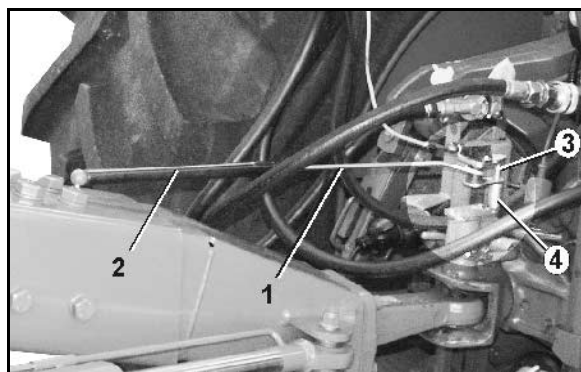

Fig. 42
- Skjut in givarstaget (Fig. 42/1) i plasthylsan (Fig. 42/2).
- Montera vinkelgivaren (Fig. 42/3) i fästet (Fig. 42/4). Rikta in potentiometern i körriktningen (kabeln bakåt) lås med fixerskruven.